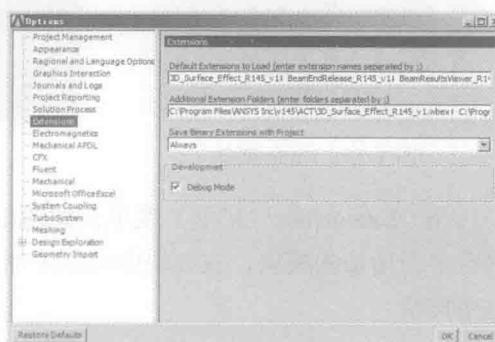

图 1-20 Extensions 选项卡
**Extensions (扩展) 选项卡:** 扩展选项卡是 ANSYS Workbench 15.0 平台中新增加的一个模块，在模块中可以添加一些用户自己编写的 Python 程序代码。如图 1-20 所示，添加了一些前后处理的代码，这部分内容在后面有介绍，这里不再赘述。